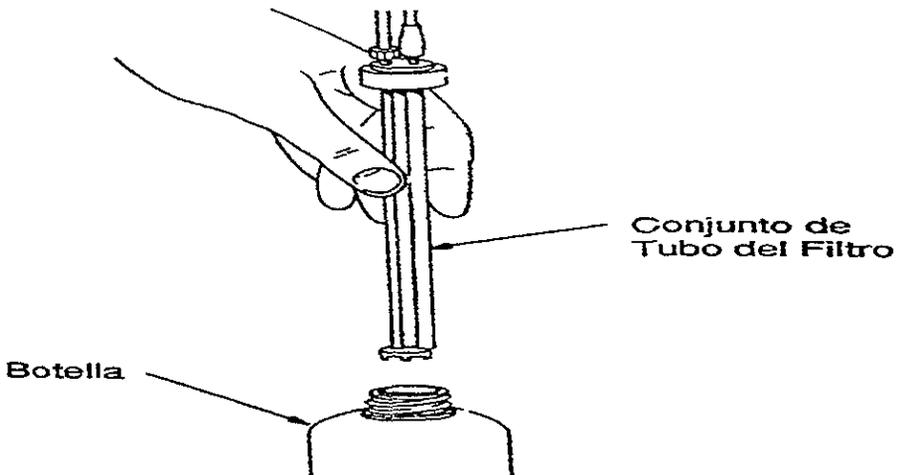

Figura No. 9 Conjunto de Filtro
2.- Inserte el conjunto de tubos del filtro que cuelga más a la izquierda (de los dos conjuntos de tubos del filtro) en una botella de diluyente y empuje la tapa hacia abajo de la botella. (Figura No. 9)